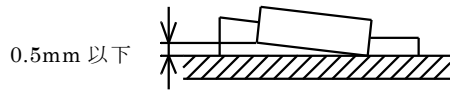
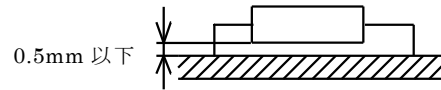

図 3-1
図 3-2
- (c) 抵抗器、ダイオード、コンデンサはプリント基板にほぼ密着させて取付けること。浮き上がり限界は、図 3-1、図 3-2 に示すとおりとする。